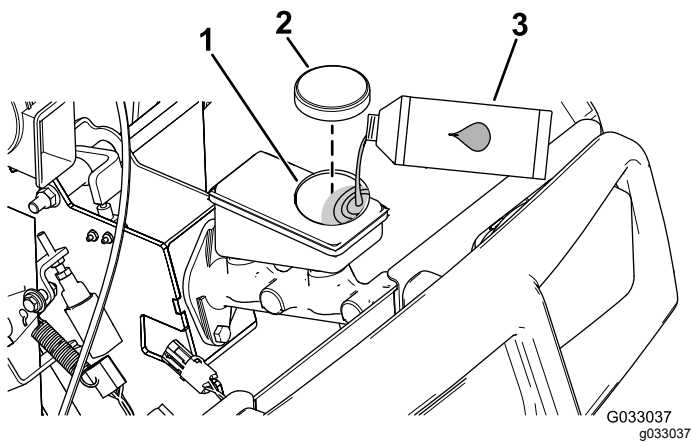

Bild 48
1. Öffnen Sie die Motorhaube, um an den Hauptbremszylinder und den Behälter zu gelangen (Bild 48).
- A. Reinigen Sie den Bereich um den Behälterdeckel und nehmen den Deckel ab (Bild 48).
- C. Schrauben Sie den Behälterdeckel wieder auf (Bild 48).